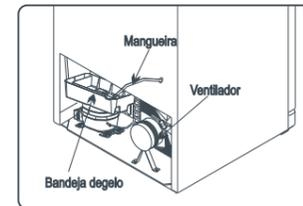

fig. 08
- ▶ O produto realiza o seu primeiro degelo (fig. 08) após 20 horas seguidas de funcionamento, depois de ligado, com duração de 15 minutos. Os próximos ocorrem a cada 8 horas (programação padrão de fábrica) com a mesma duração.